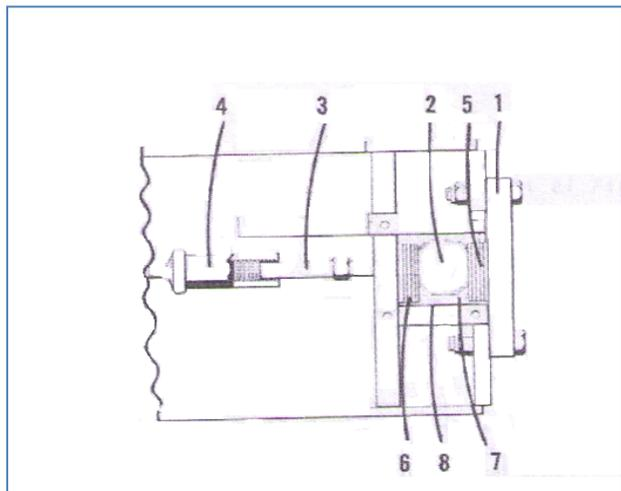

FIG. 3-5
- (b) instalar el perno y la tuerca de levante En cada lado del bastidor (véase la fig. 3-5.)